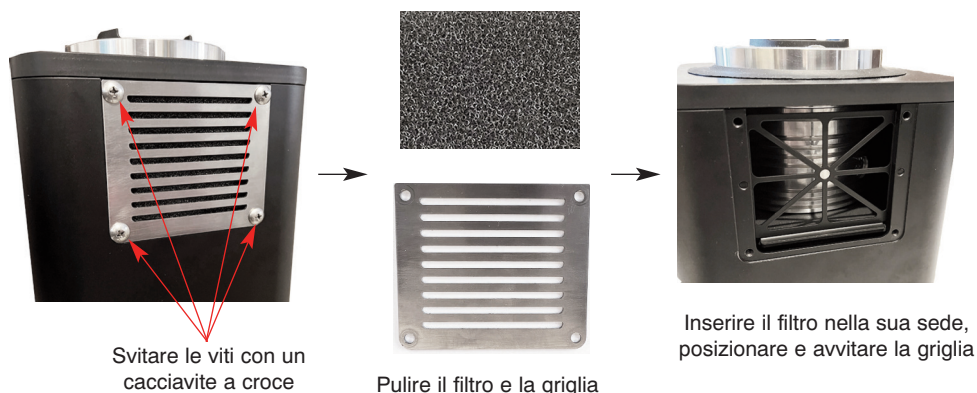

Fig. 24
- **Per pulire il filtro** e la griglia, svitare la griglia di ventilazione e ritirare il filtro (vedere Fig. 24).